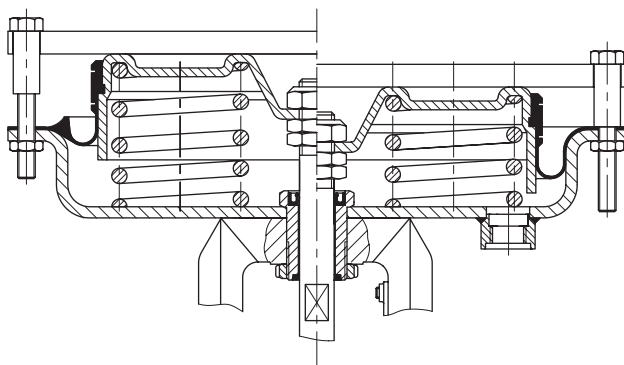

Fig. 5 · Montage af DN 100
2. Placer afstandskiven som vist på Fig. 5 og fastgør denne med møtrikker. Spænd disse således at fjedertallerkenen (7.7) spændes. Derved løsnes keglen (3).
5. Ventiloverdelen (7) løftes forsigtigt op, ved NC op over keglestangen, og ved NO løftes keglestangen med op.